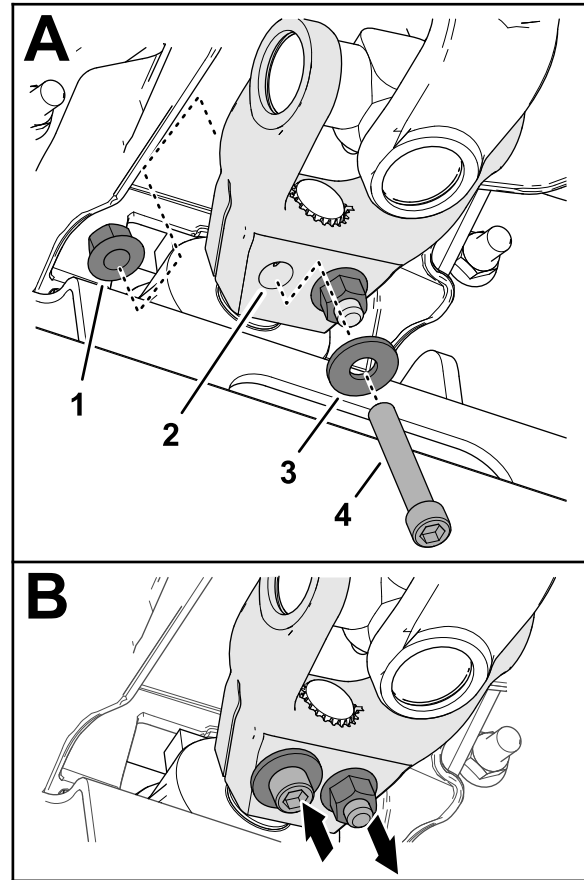

Figura 13
A. Instale la horquilla del eje de la TDF en el eje de la caja de engranajes de la unidad de corte, tal y como se muestra en la Figura 13.
B. Monte un tornillo de caperuza de cabeza allen ( $\frac{3}{8}$ " x  $2\frac{1}{4}$ " a través de una arandela ( $\frac{3}{8}$ ") y del taladro en la horquilla del árbol de transmisión (Figura 13) y fije el tornillo de caperuza con una contratuerca con arandela prensada ( $\frac{3}{8}$ ").
C. Monte un tornillo de caperuza de cabeza allen ( $\frac{3}{8}$ " x  $2\frac{1}{4}$ " a través de una arandela ( $\frac{3}{8}$ ") y del taladro en la horquilla del árbol de transmisión desde la dirección opuesta (Figura 13) y fije el tornillo de caperuza con una contratuerca con arandela prensada ( $\frac{3}{8}$ ").